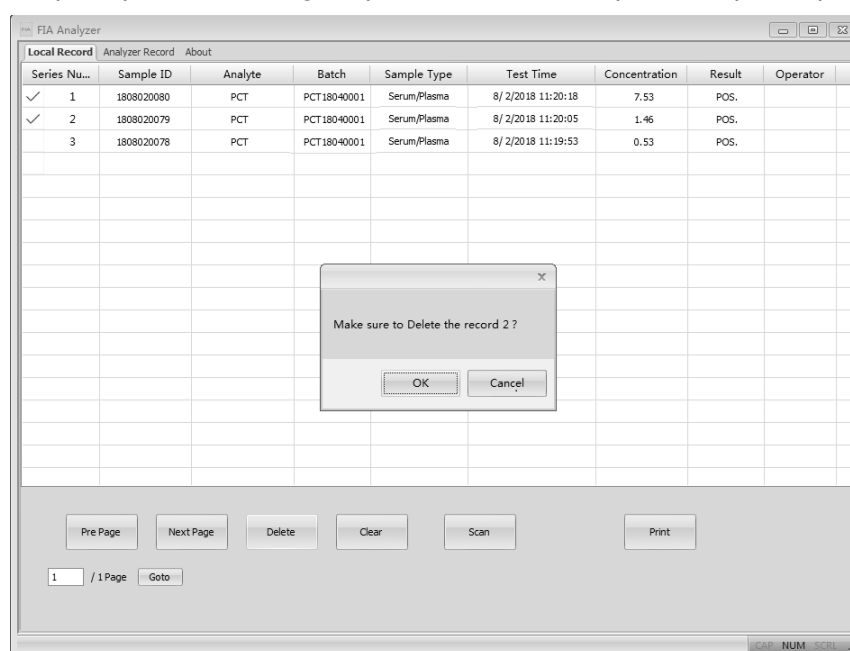

Fig 38
- **“Delete”:** Selecione os itens a serem excluídos e clique em **“Delete”**, você pode receber um prompt como na Fig 38 para confirmar. Clique **“OK”** para apagar